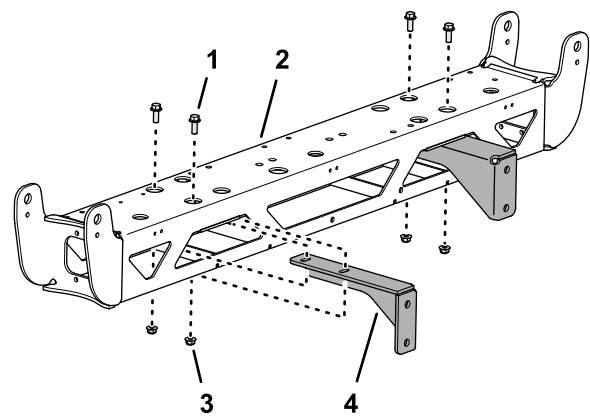

Figure 82
4. Retirez les 2 boulons à embase (3/8 x 1") et les 2 contre-écrous à embase (3/8") qui fixent le support à la section de rampe centrale, et déposez le support (Figure 82)
5. Répétez l'opération 4 pour l'autre support (Figure 82).